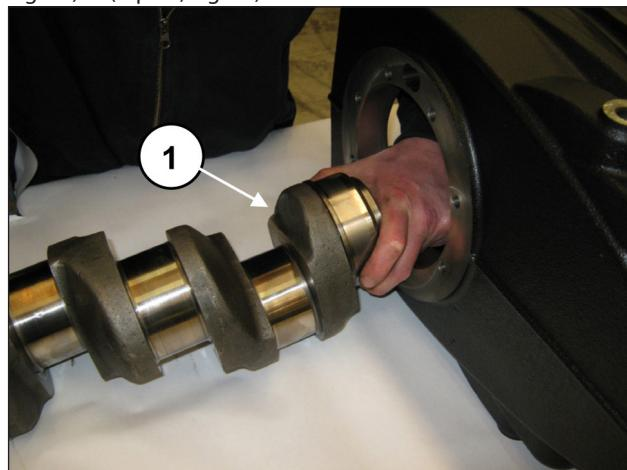
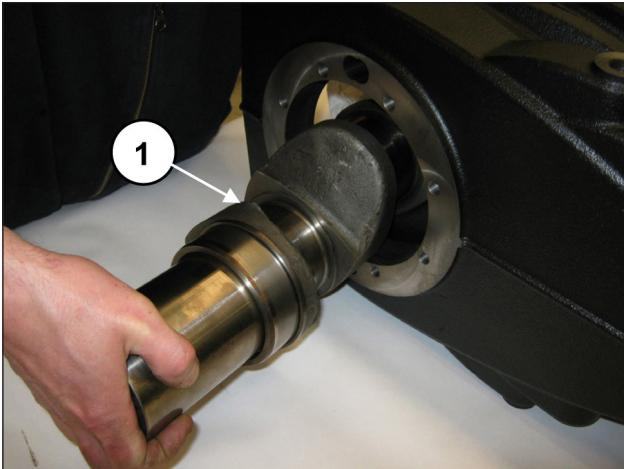

Fig. 49
Fig. 50
Insérer l'arbre côté prise de force en ayant soin de ne pas heurter les corps de bielles préalablement montés (rep. ①, Fig. 49) et (rep. ①, Fig. 50).